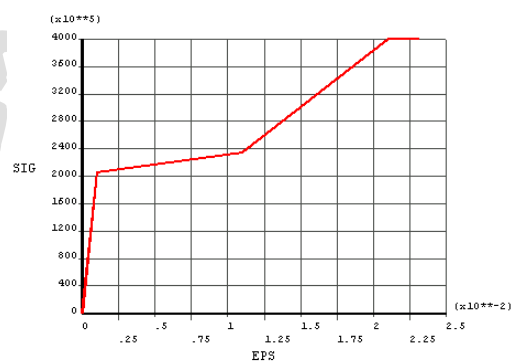

图4.25 非线性应力应变曲线
(6) 单击【Graph】按钮，可在图形视窗中显示材料的应力应变关系曲线。如图 4.25 所示。